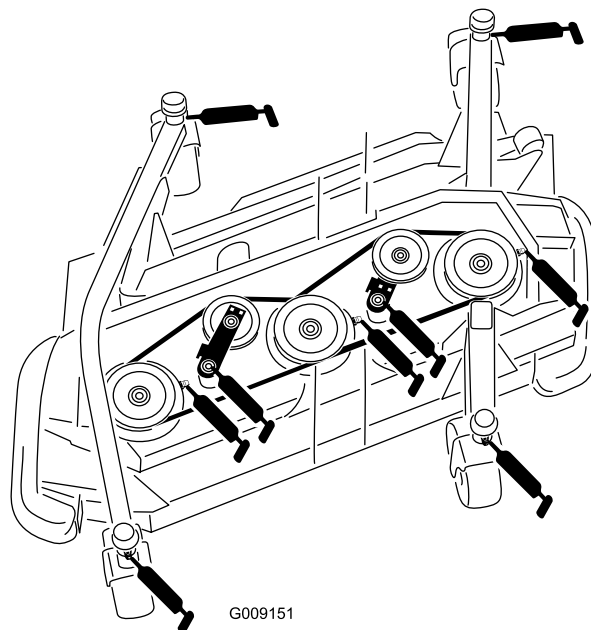

Figura 56
- Casquillo (4) del eje de la horquilla de las ruedas giratorias (Figura 56)
- Cojinetes del eje de la cuchilla (3 en cada) (situados en el alojamiento del eje)(Figura 56)
- Casquillos de los pivotes de los brazos tensores (2) (situados en el eje pivotante de cada brazo tensor) (Figura 56)